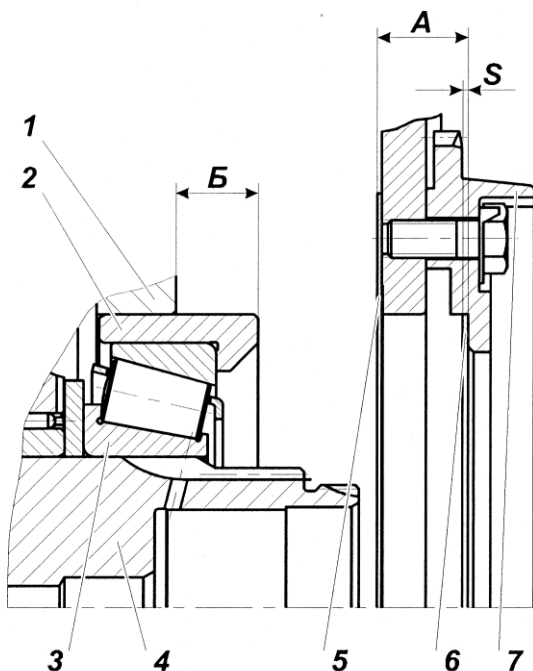

Рисунок 98:
3.3 Замерить абсолютные величины размеров А (между торцами зубчатой муфты и уплотнительной прокладкой) и Б (между торцами картера и гнезда подшипника) рис. 98.
4 Демультипликатор с установочными прокладками, подобранными по п. 3, пристыковать к картеру коробки передач, обеспечив затяжку болтов крепления демультипликатора к коробке передач с $M_{кр}=215,74...274,5 \text{ Н}\cdot\text{м}$ (22...28 кгс·м). Перед установкой демультипликатора на уплотнительную прокладку 5 (рис. 98) с обеих сторон нанести герметик УГ-9 ТУ 6-01-1326-86 или УГ-6 ТУ 6-01-1285-84 непрерывной полосой шириной 2...3 мм по контуру.